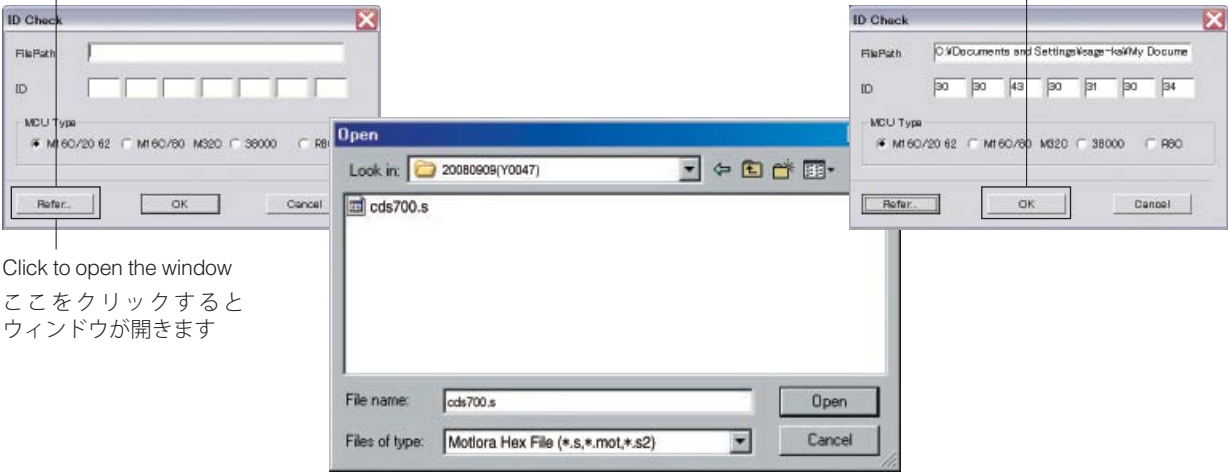

Fig. 4
(Fig. 4)
* The ID code and MCU type are loaded automatically when the file is selected. (Fig. 4)
Click [OK]. (Fig. 4)
5. [Refer...] をクリックし、書き込むファームウェアを選択します。(Fig. 4)
※ ID、および MCU Type は書き込みファイル選択時、自動的に取り込まれます。(Fig. 4)
[OK] をクリックします。(Fig. 4)